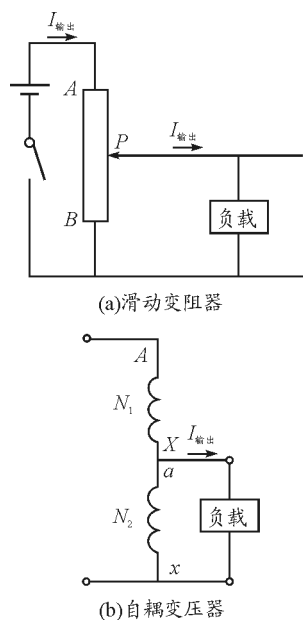

图 5 自耦变压器与滑动变阻器区别探究
(1) 滑动变阻器用于直流电路,按电阻串并联关系分配电压、电流、电功率,而自耦变压器按磁耦合的法拉第电磁感应定律分配电压、电流、电功率.
(2) 如图 5 所示,滑动变阻器的输入端电压、电流一定大于输出端电压、电流.而单相降压自耦变压器的输入端电压一定高于输出端电压,但输入端电流一定低于输出端(公共端)电流;单相升压自耦变压器的输入端电压一定低于输出端电压,但输入端电流一定大于输出端(公共端)电流.
(3) 滑动变阻器的输入端电压不能小于输出端电压,但自耦变压器既可以降压,还可以升压.
(4) 滑动变阻器在传递电压、电流的过程中,自身电阻不可避免地消耗电功率.例如图 5 中,滑动变阻器的 AP 部分和 PB 部分都承受了不同的电压和电流,消耗了电功率.但理想自耦变压器在传递功率的过程中不消耗任何电功率.实际自耦变压器考虑铜损、铁损、磁损下会有一定的功率损失,但相对于实际传输的功率而言,这部分损耗比较小.